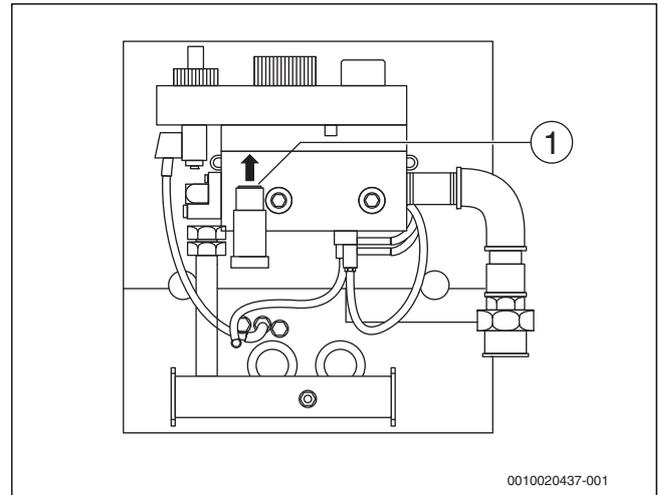

Bild 24 Abdeckung entfernen
- ▶ Abdeckung entfernen (→ Bild 24, [1]).